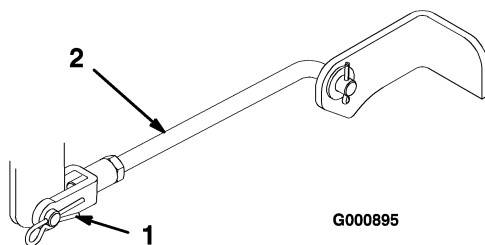

Bild 48
5. Nehmen Sie den Lastösenbolzen und den Splint von den vorderen Zapfenstangenbügel ab (Bild 48).
8. Befestigen Sie die vorderen Zapfenstangen mit den Lastösenbolzen und Splints am Traktor (Bild 48).